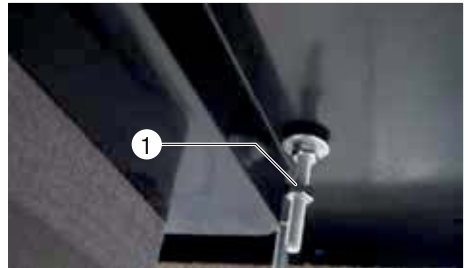

Bild 17
- Auf die Stehbolzen M6 eine zweite Mutter M6 (1) aufdrehen. Abstand zwischen den Muttern ca. 20 mm (Bild 17).